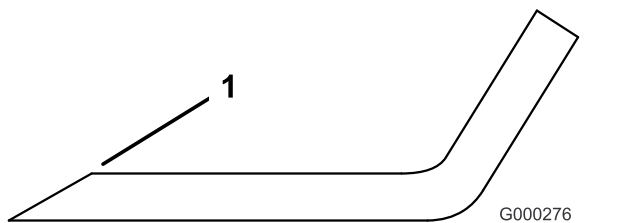

Figure 114
3. Examinez les tranchants de toutes les lames et aiguisiez-les s'ils sont émoussés ou ébréchés (Figure 114).
Remarque: N'aiguissez que le haut du tranchant et conservez l'angle de coupe d'origine pour obtenir une coupe nette (Figure 114). Limez la même quantité de métal sur chacun des deux tranchants pour ne pas déséquilibrer la lame.